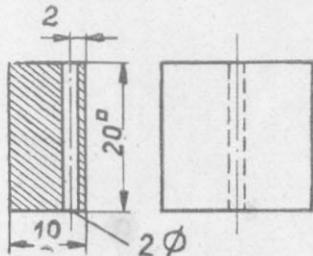

Abb. 3: Klötzen für Faltenbalgen
und Kupplung wegnahm und das nun überstehende Wagenuntergestell entsprechend verkürzte. Desgleichen wurden von der bremshausfreien Stirnseite des anderen Wagens Puffer und Kupplung entfernt. Nachdem diese Stirnseiten entsprechend Skizze (1) ausgeschnitten worden waren, wurde oberhalb dieses Ausschnittes an der Innenseite der Stirnwände je ein Balken aus Vierkantmaterial  $4 \times 4$ , 20 mm lang, mittels 4 Schräubchen M1 angebracht, wodurch auch zugleich die beiden Stirnwandhälfte zusammengehalten werden. Anstelle des Balkens kann man auch ein kleines Winkelprofil (z. B.  $4 \times 4 \times 0,5$ ) und anstelle der Schräubchen kleine Nieten verwenden. In Skizze (2) ist links der Balken mit Schräubchen und rechts das Winkelprofil mit Nieten im Schnitt eingezeichnet. Der Balken bzw. der Winkel erhält die gleiche Lagerbohrung wie der Wagenboden für die Lagerstifte (Nagel!), die den Faltenbalgen halten sollen. Der Faltenbalgen selbst besteht aus 2 Holzklötzen (Abb. 3) ( $20 \times 20 \times 10$  mm) mit je einer Bohrung für den vorgenannten Lagerstift und dem eigentlichen Balgen aus schwarzem Kaliko\*), der mit seinen Endlappen auf die Seitenflächen der Klötzen geklebt ist. Bei der Montage kommen oben und unten zwischen Klötzen und Lager je eine kleine Unterleg scheibe, die die freie Beweglichkeit der Balgenklötzen gewährleisten sollen. Die Kupplung der beiden Wagen erfolgt durch einen Drahtbügel von 50 mm Länge, der so angebracht sein soll, daß seine Enden gleichen Abstand von den Achsen